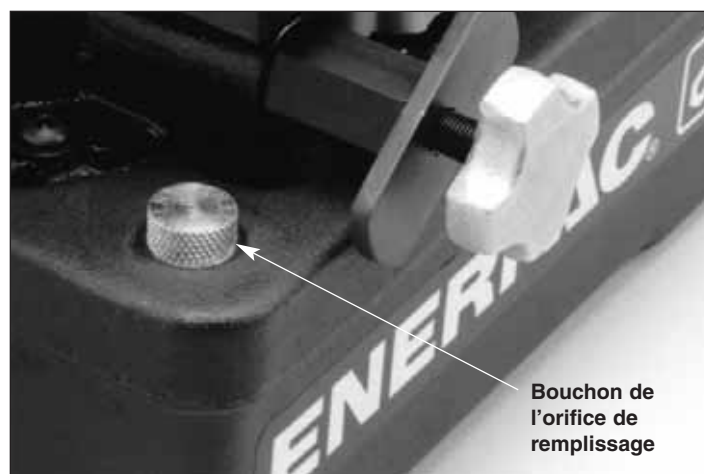

Figure 6, Bouchon de l'orifice de remplissage
1. Retirer le bouchon de l'orifice de remplissage du réservoir. Se reporter à la figure 6.